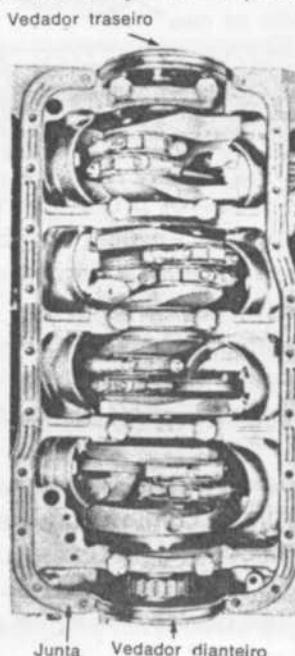

fig. 31
- Aplicar um vedador na superfície do bloco e nas juntas. Posicionar as juntas do bloco (fig. 31)
- Colocar o vedador traseiro do cárter sobre a capa do mancal traseiro (fig. 31). Verificar se as pontas do vedador estão sobre as juntas